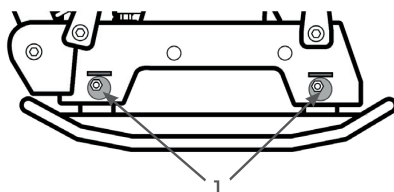

РИС. 17
1. Ослабьте затяжку четырех гаек крепления рамы с обеих сторон виброплиты. Поверните эксцентриковые шайбы 1 таким образом, чтобы рама с двигателем опустилась вниз (Рис. 17). Это обеспечит ослабление натяжения ремня.